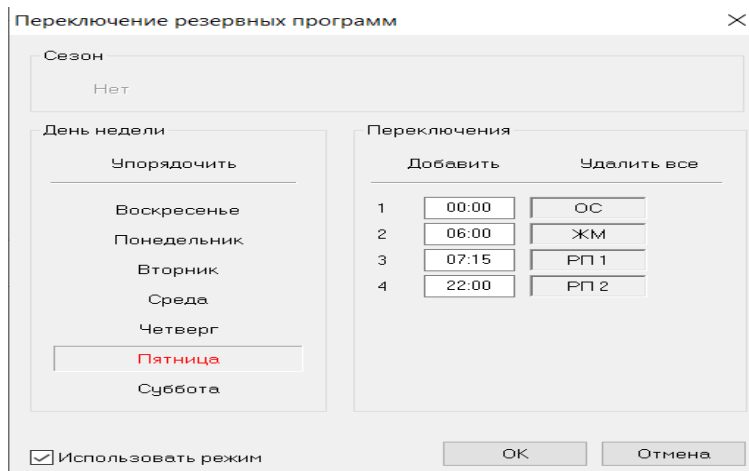

Рис. 4.2. Вкладка - «Переключение резервных программ».
2. На вкладке «Переключение резервных программ» - рис.4.2, если этот режим используется, должны быть описаны все используемые РП для всех дней недели с указанием времени начала их запуска, причем обязательно с нуля часов суточного времени.